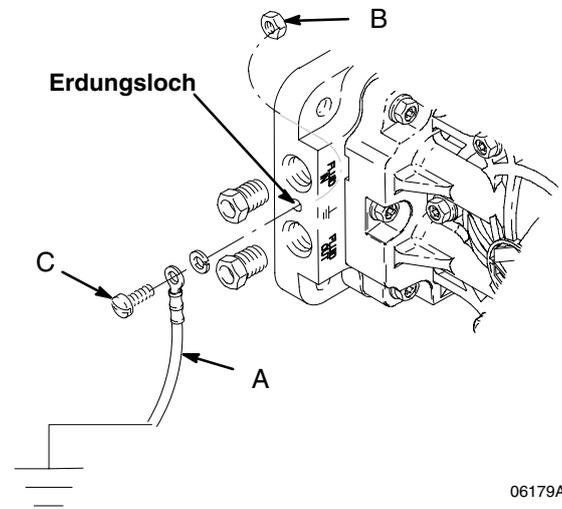

Abb. 1
Pumpe: Den Erdungsdraht (A) und die Klemme, Teile-Nr. 819.0157 verbinden. Siehe Abb. 1. Die Stellen für die Erdung der Pumpe befinden sich auf dem Verteiler zwischen den Einlass- und Auslassöffnungen. Die Mutter (B) und Schraube (C) verwenden, die mit der Pumpe geliefert werden und wie folgt installieren: